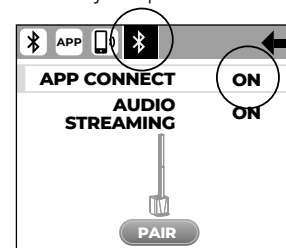

Fig. 4
1. Pousser l'élément **B** vers l'arrière pour le décrocher de l'élément statif (Fig 4)
## 5.3 | PAGE MENU BLUETOOTH® (Fig.4)